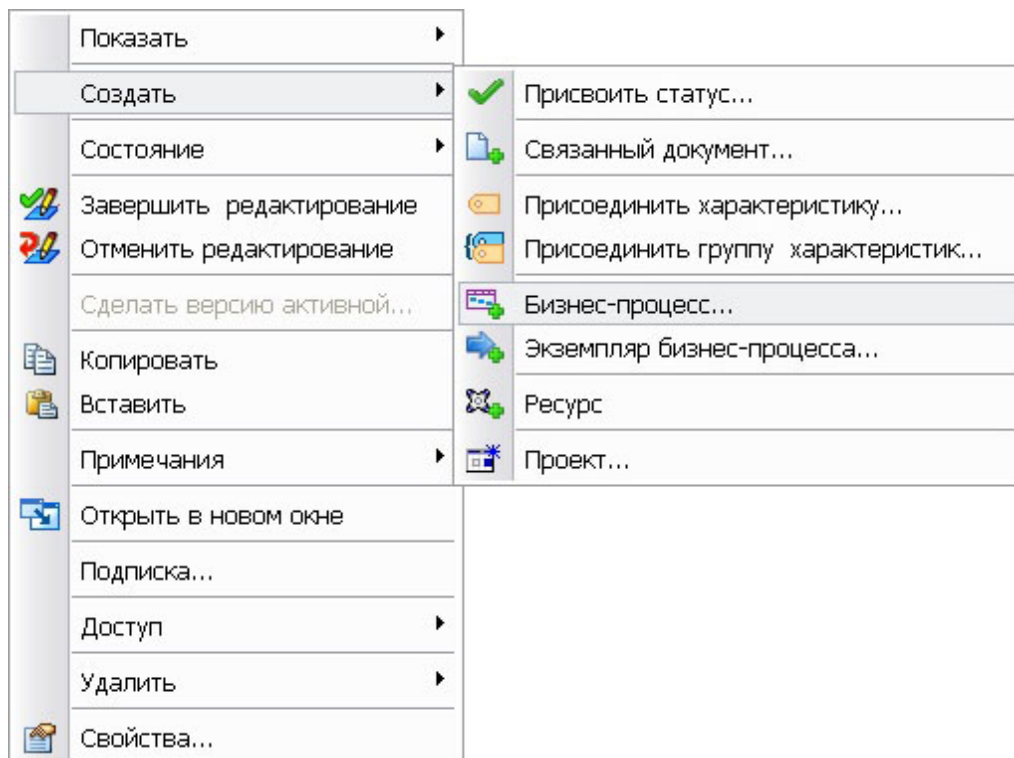
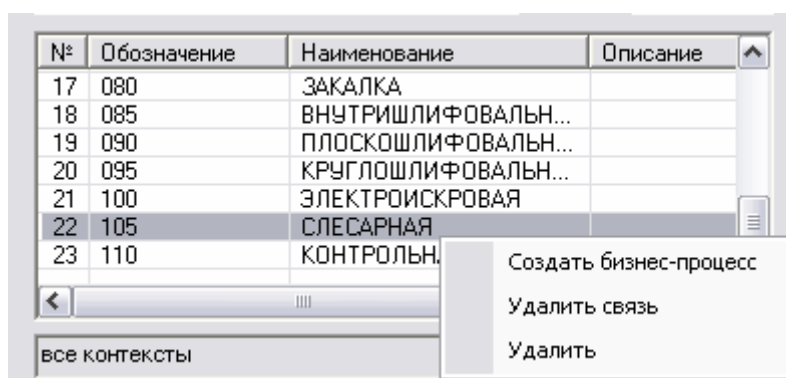

Рис. 182
Рис. 183
2. В контекстном меню бизнес-процесса выберите пункт **Создать → Бизнес-процесс...** (Рис. 182). Также можно в контекстном меню окна свойств выбрать пункт **Создать бизнес-процесс...** (Рис. 183).